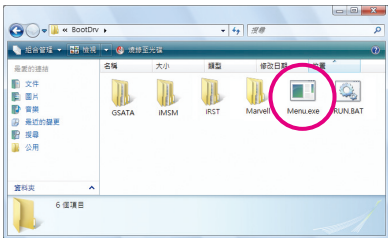
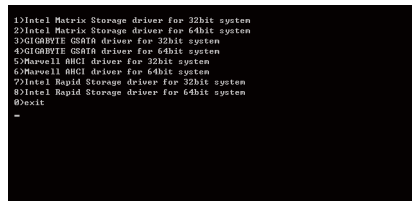

图3
图4
- 2: 进入光盘中「BootDrv」文件夹，双击「Menu.exe」文件(图3)后会出现「命令提示字符」画面，内含如图4的控制器选单。
- 3: 放入空白软盘。依所要安装的操作系统的SATA控制器驱动程序代码后再按<Enter>键。以图4的选单为例：